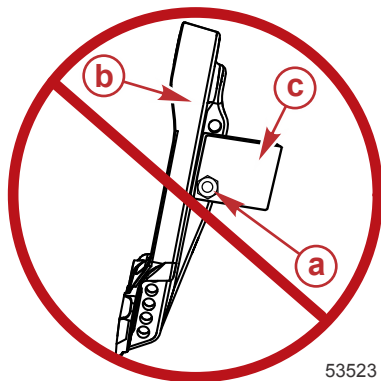

Figure 3
2. Ne fixer aucun accessoire au bateau au moyen de la visserie de fixation du moteur. Voir la Figure 3.